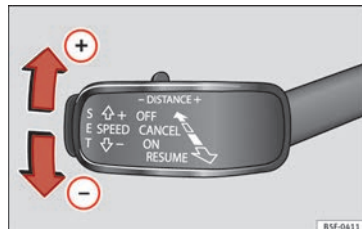

Bild 198 Till vänster om rattstäng: Tredje spaken för användning av den adaptiva farthållaren.
- Tryck på **SET** » **bild 198** för att programmera aktuell hastighet.
- För att öka eller sänka hastigheten steg för steg, tryck spaken upp/ner kort » **bild 198**.